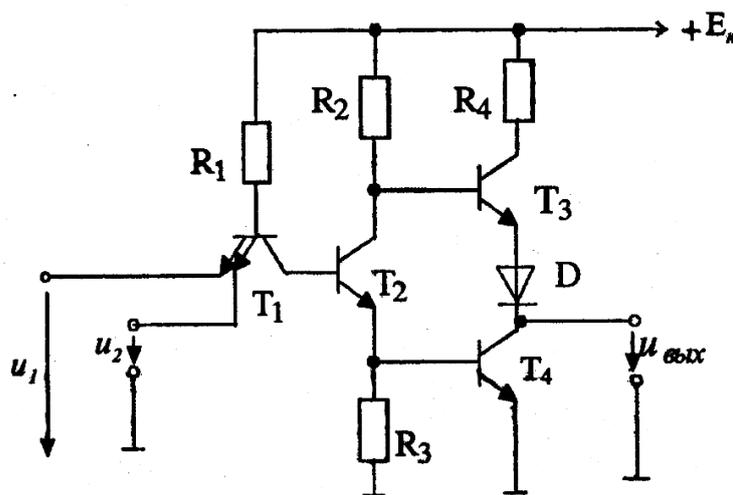

Рис. 16. Базовый элемент ТТЛ
- **Базовый элемент ТТЛ** содержит многоэмиттерный транзистор, выполняющий логическую операцию И, и сложный инвертор (рис. 16).